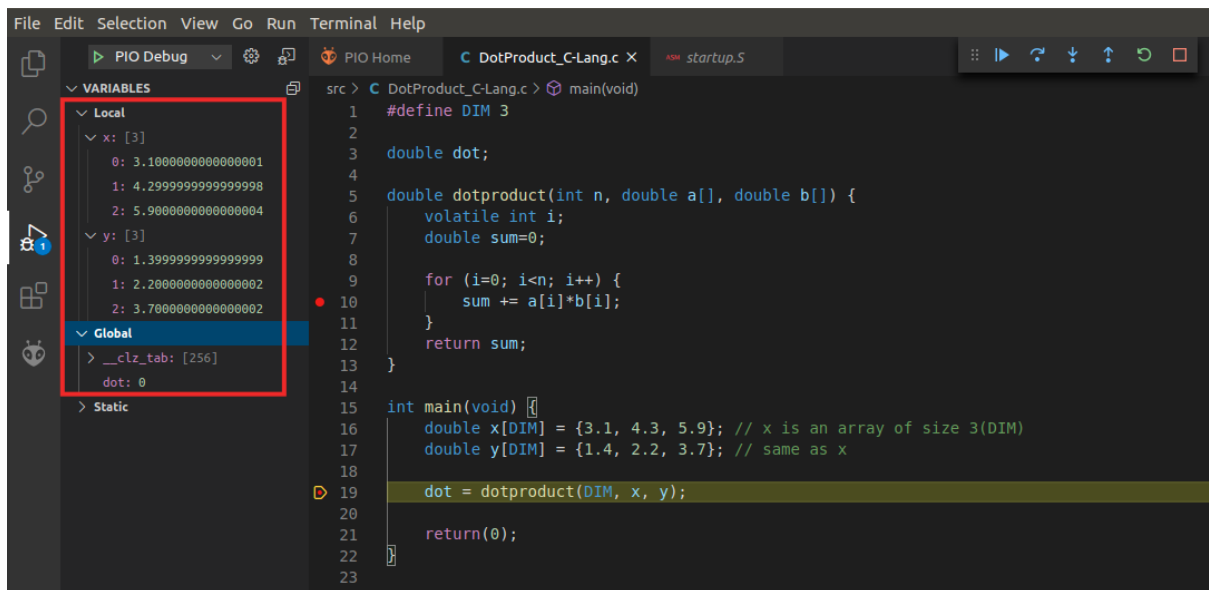

图78. DotProduct_C-Lang程序：第一个断点处的变量值
3. 在调用调试器之前，先在第10行和第19行分别设置一个断点（参见图78）。
4. 然后，开始调试。该程序将开始执行；并在第一个断点处停止（参见图78）。
5. 在调试器侧边栏上，展开“Variables”（变量）部分（参见图78）。这两个向量包含在main中分配的初始值。dot变量初始化为0。